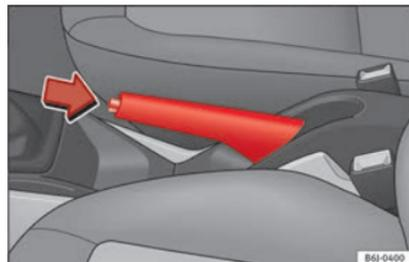

Fig. 169 Il freno a mano, ubicato tra i due sedili anteriori.
– Tirare con decisione la leva del freno a mano verso l'alto » **fig. 169**.
– Tenendo premuto (nella direzione indicata dalla freccia » **fig. 169**) il tasto di sblocco, spostare prima la leva leggermente verso l'alto e poi abbassarla del tutto » **⚠**.